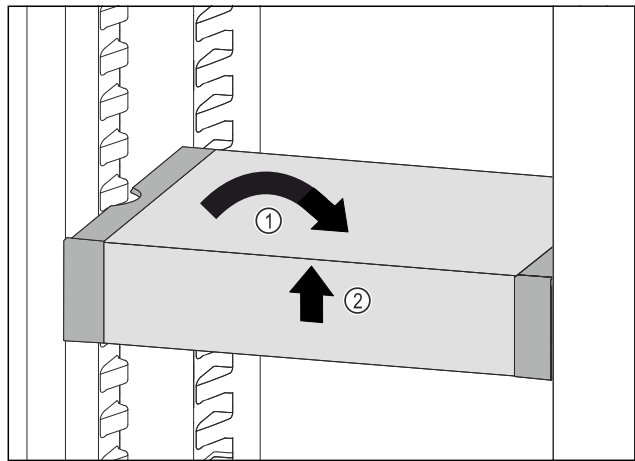

Fig. 152
- ▶ VarioSafe gerade stellen. Fig. 152 (1)
- ▶ VarioSafe vorne anheben. Fig. 152 (2)